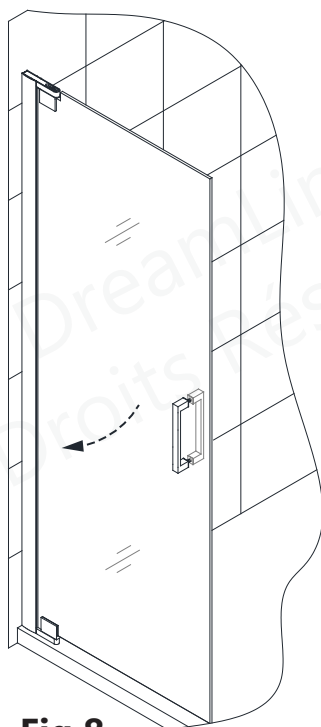

Fig 8
8. Ouvrez la **Porte Vitrée (N° 03)** pour exposer le **Support de Pivot (N° 08)** du bas. **(Fig 8)**